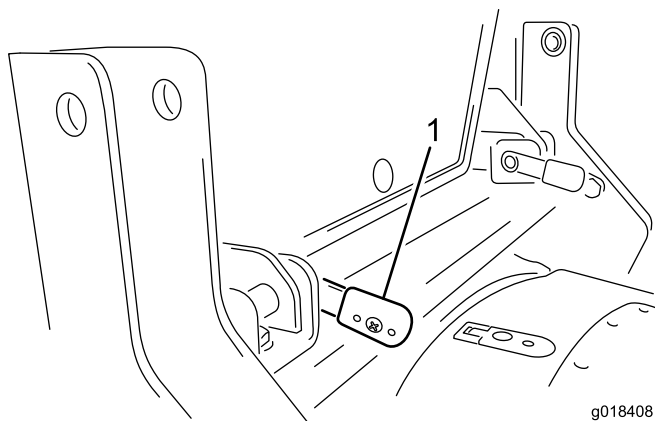

Figura 13
4. Dopo avere inserito completamente le leve, ruotatele all'indietro per bloccarle in posizione (Figura 13).